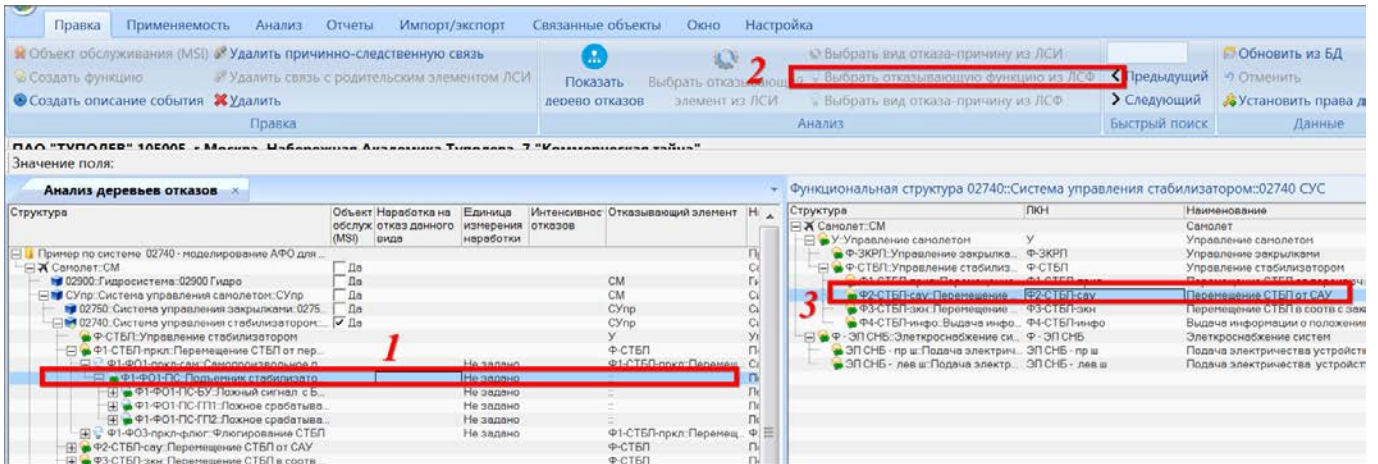

Рис. 10-349 – Выбор отказывающей функции для ФО, являющегося дочерним для другого ФО
Для просмотра данных по отказывающим компонентам следует выбрать вид возможного отказа в окне «АДО» (1 на рис. 10-349) и нажать кнопку «Отказывающие компоненты» панели «Связанные объекты для дерева отказов» (2). Список отказывающих компонентов будет выведен в связанном окне «Отказывающие компоненты для дерева отказов» (3).